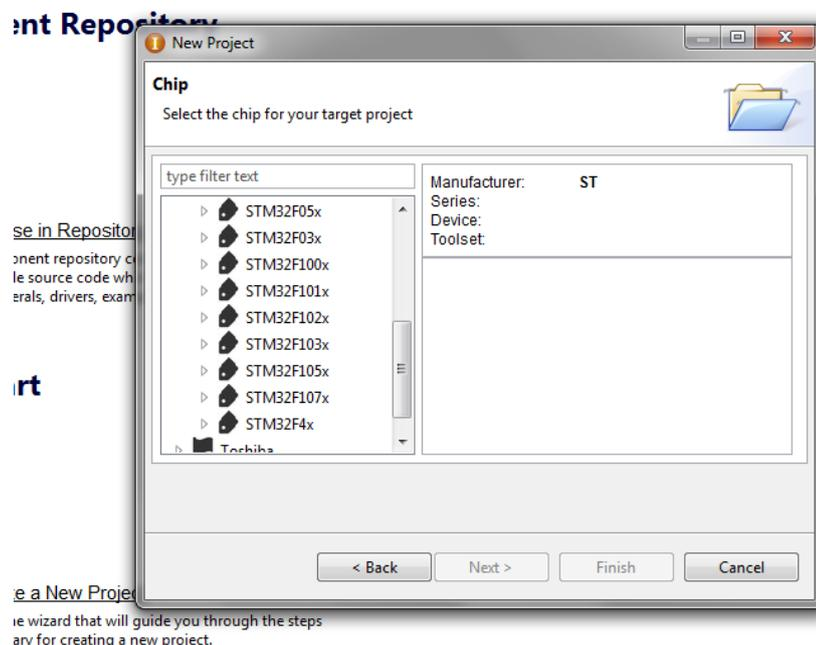

Рис. 3.19. Выбор микроконтроллера
5. В следующем окне следует выбрать нужный микроконтроллер (рис. 3.19) (*STM32F100RB*).